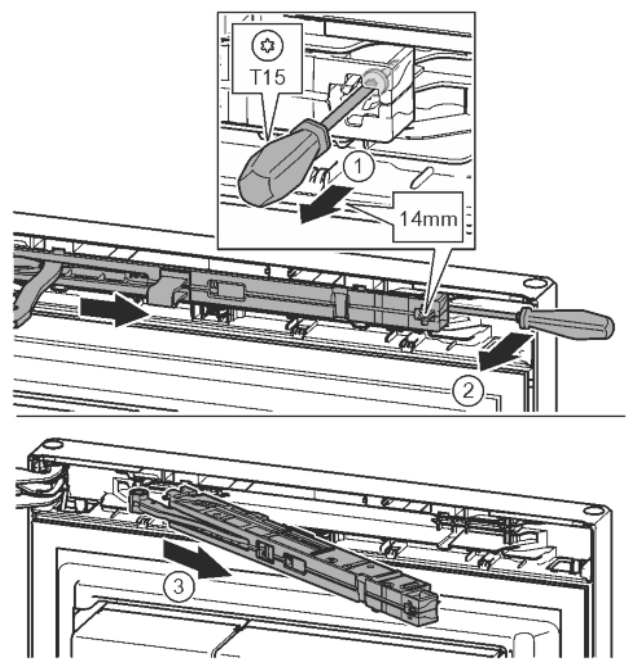

Fig. 15
- ▶ За допомогою викрутки T15 ослабте гвинт на демпферному вузлі приблизно на 14 мм. Fig. 15 (1)
- ▶ Переміщаючи викрутку з боку ручки за демпферний вузол, поверніть уперед. Fig. 15 (2)
- ▶ Витягніть демпферний вузол. Fig. 15 (3)